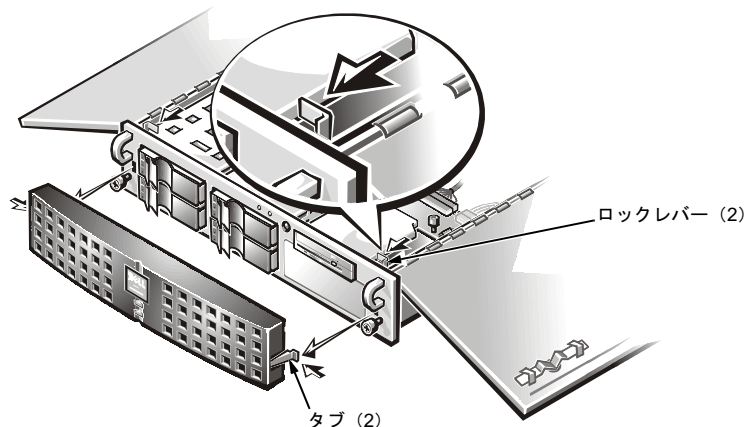

図 2-9 システムベゼルの取り外し
| 図 2-9 | システムベゼルの取り外し | 2-11 |
2. システムの正面パネルからオプションのベゼルを取り外します（図 2-9 参照）。
- b. 2つのロックレバーをシャーシの背面へ回します（図 2-9 参照）。